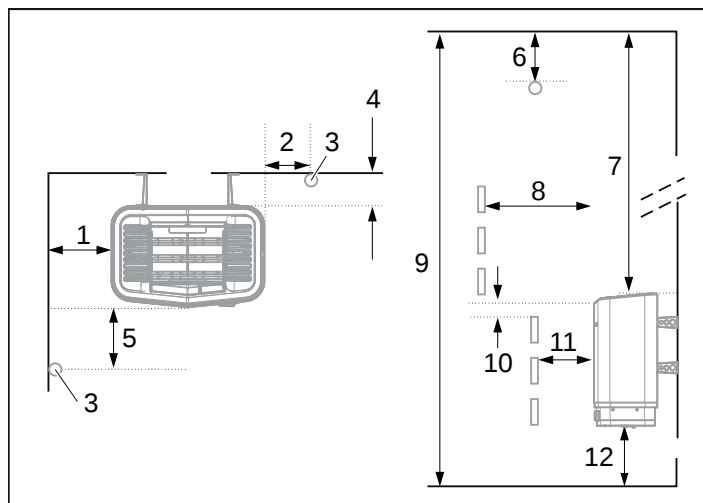
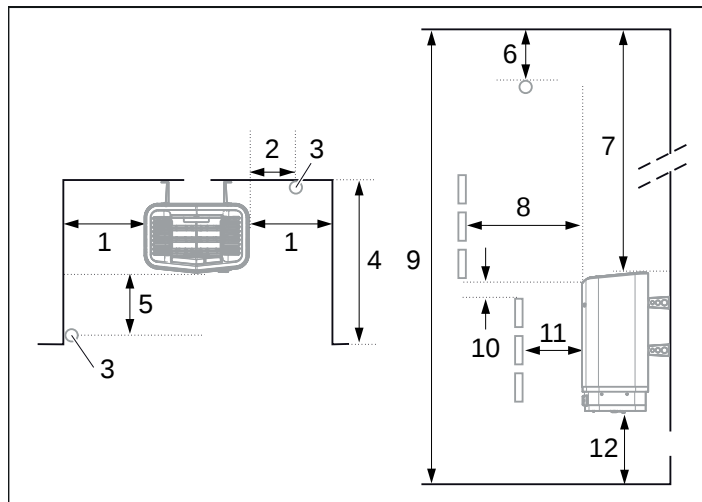

Figure 3 : Positionnement du poêle - installation normale
Figure 5 : Positionnement du poêle - installation en niche
- Déterminez le positionnement de la sonde (voir figure 3, page 27 et figure 5, page 27).
- sur le même mur que la porte (ou la cloison latérale s'il est très près du passage de porte). Le poêle peut également être placé dans une niche (voir figure 5).
- Positionnez le poêle à bonne distance du sol, des murs latéraux et des aménagements intérieurs (voir figure 3).
Positionnez la sonde conformément à l'illustration (voir figure 3).
1. Positionnez le poêle à bonne distance du sol, des murs latéraux et des aménagements intérieurs (voir figure 5).
2. Positionnez la sonde conformément à l'illustration (voir figure 5).